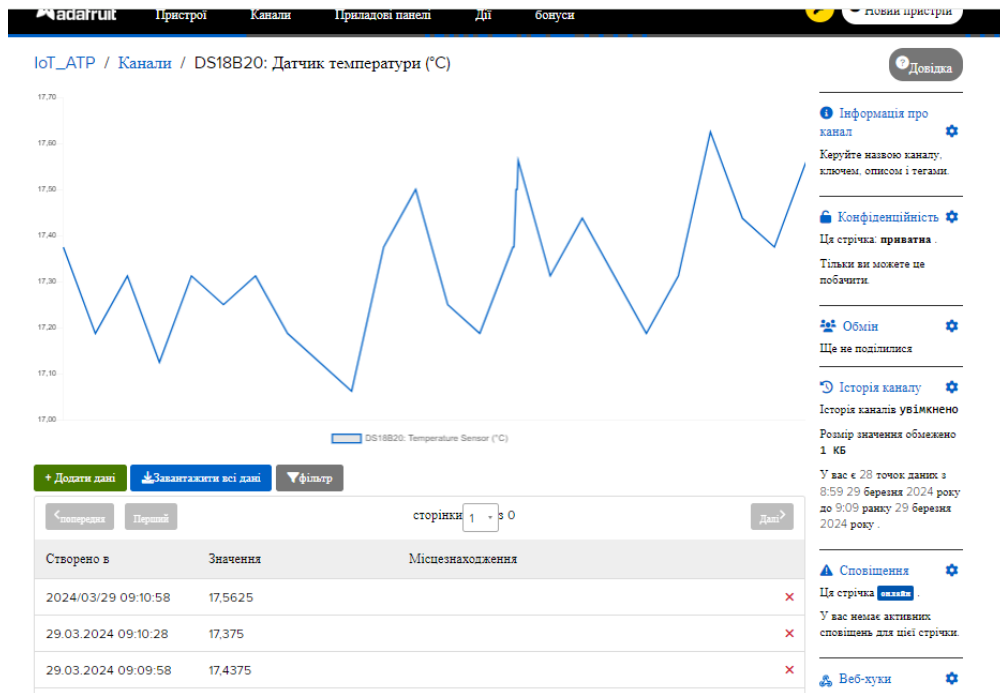

Рис. 8. Дані, що публікує пристрій
9. Переходимо на вкладку канали (рис 7) бачимо наш пристрій - «Перо Huzzah ESP8266 TEST\_25\_03\_2024» та датчик – «DS18B20: Датчик температури (° C)», переходимо до даних, що публікує пристрій (клік по датчику). Дані з датчика, відображаються у вигляді графіка та списком ( рис. 8). Для перевірки можна нагріти датчик рукою.